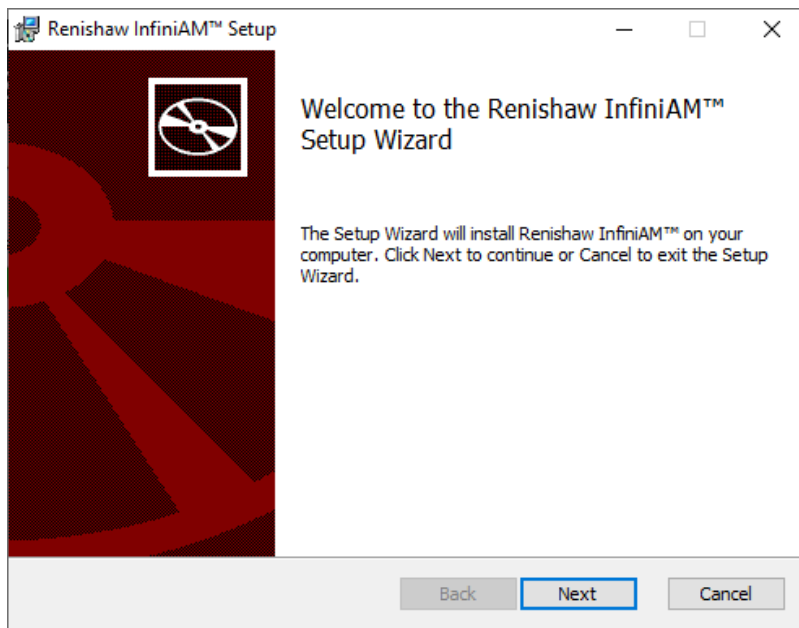

Figure 53 Assistant de configuration InfiniAM
6. L'assistant de configuration d'InfiniAM s'affiche. Cliquez sur **Next** (Suivant) (voir la Figure 53).